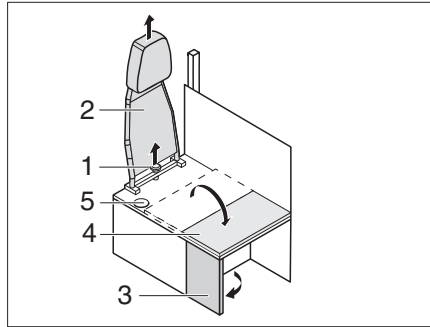

Bild 212 Umbau Fahrbetrieb - Wohnbetrieb
- Sternschraube (Bild 212,1) abschrauben und Rückenlehne (Bild 212,2) nach oben abnehmen.
- Seitenwand (Bild 212,3) ausklappen.
- Sitzbankverlängerung (Bild 212,4) auf die Seitenwand klappen.
- ▷ Beim Umbau vom Wohnbetrieb zum Fahrbetrieb in umgekehrter Reihenfolge verfahren. Darauf achten, dass der Sicherheitsgurt durch die Öffnung (Bild 212,5) geführt wird.